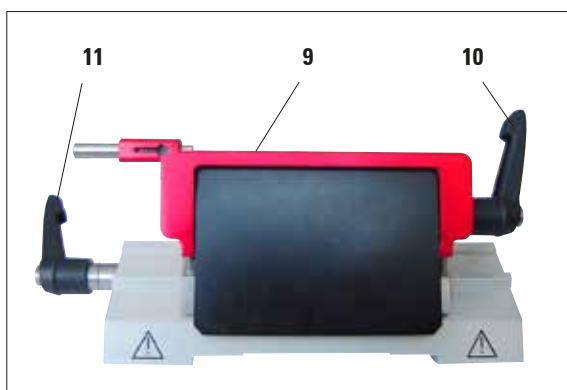

Fig. 6
Sur le porte-couteau E, le protège-doigts est composé d'un étrier rouge rabattable. Pour recouvrir le tranchant, rabattez vers le haut l'étrier du protège-doigts (9) comme indiqué dans la fig. 6.